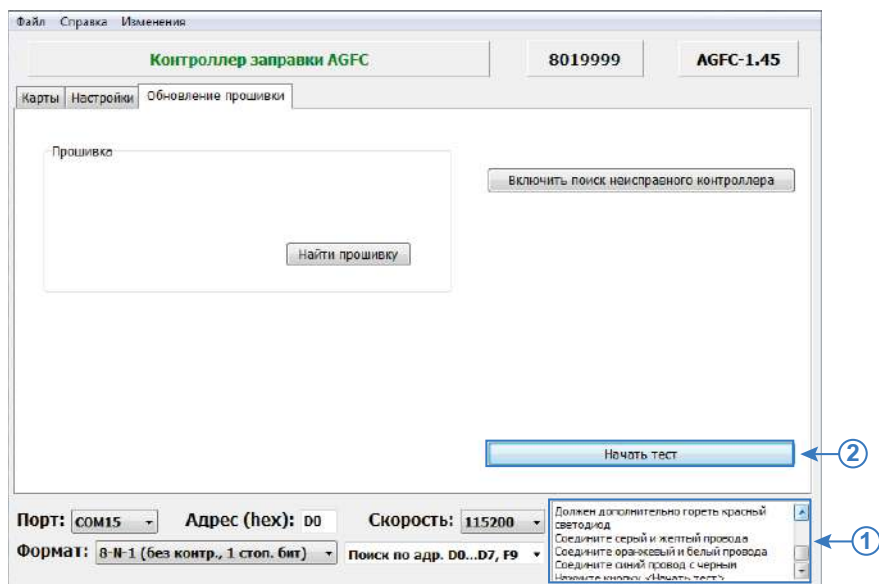

Рис.24. Тест входов и выходов.
- Выполнить действия согласно инструкции, которая появится в окне состояния (Рис.24, п.1):
- Нажать кнопку «Начать тест» (Рис.24, п.2).